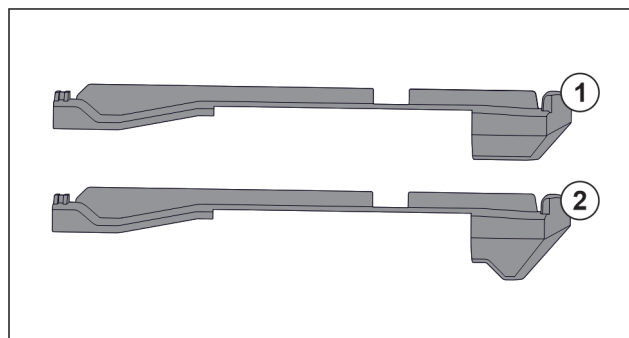

Fig. 220 Krahassimi i pjesëve kapëse
Në pajisje gjenden dy pjesë kapëse të ndryshme. Pjesa kapëse mbi sirtarin më të poshtëm Fig. 220 (2) ka një cep në formë trekëndëshi. Të gjitha pjesët e tjera kapëse Fig. 220 (1) kanë një cep të drejtë.
- Vendosni pjesën kapëse Fig. 220 (2) me cepin në formë trekëndëshi mbi sirtarin më të poshtëm.
- Vendosni pjesën kapëse Fig. 220 (1) me cepin e drejtë në të gjitha vendet e tjera.